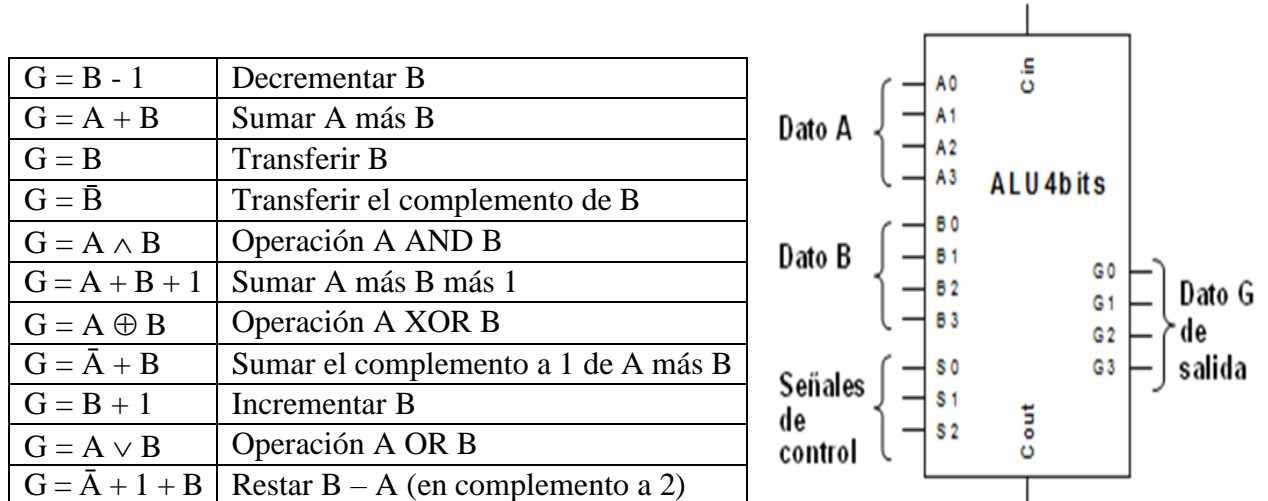

Figura 3.1: Operaciones que realiza la ALU. Esquema general de entradas y salidas.
Se pretende analizar, realizar y verificar, utilizando un simulador lógico, una Unidad Aritmético-Lógica (ALU) que sea capaz de operar con 2 datos A y B de 4 bits. Esta ALU proporcionará las operaciones aritméticas y lógicas indicadas en la *Figura 3.1*. Cada operación se seleccionará según el valor que tomen (1 ó 0) unas señales de control S_2 , S_1 , S_0 y un acarreo de entrada C_{in} .
- 1.1. **Analice teóricamente** los esquemáticos de los circuitos y etapas de la ALU mostradas en las Figuras 3.2, 3.3 y 3.4. Deduzca, razonadamente, para qué combinaciones de las señales de control S_2 , S_1 , S_0 y valor de C_{in} se realiza cada una de las operaciones indicadas en la Figura 3.1. El resultado indíquelo en la columna de la Tabla 3.1 correspondiente a “Operaciones de la ALU deducidas Teóricamente”.
- En el Laboratorio, introduzca los ejemplos, deducidos teóricamente en el apartado (1.2), en el circuito de prueba y **deduzca experimentalmente** los valores de las señales de control S_2, S_1, S_0 y valor de C_{in} correspondiente a cada una de las operaciones indicadas en la *Figura 3.1* y **rellene la última columna** de la *Tabla 3.1*. Compruebe que los resultados obtenidos experimentalmente coinciden con los obtenidos en el apartado 1.2.